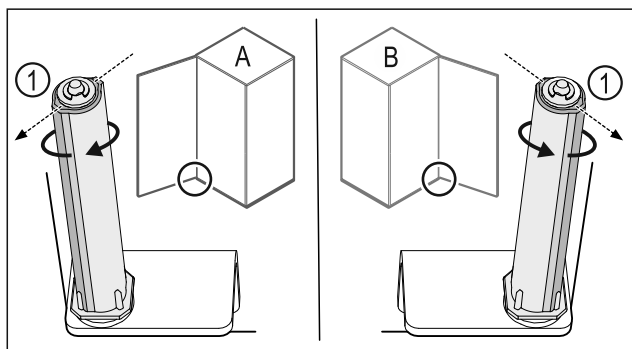

Fig. 43 Lewy ogranicznik (A) / prawy ogranicznik (B)
- ▶ Przekręcić system blokujący w kierunku przeciwnym do oporu, aż pręt systemu blokującego Fig. 43 (1) będzie skierowany na zewnątrz.